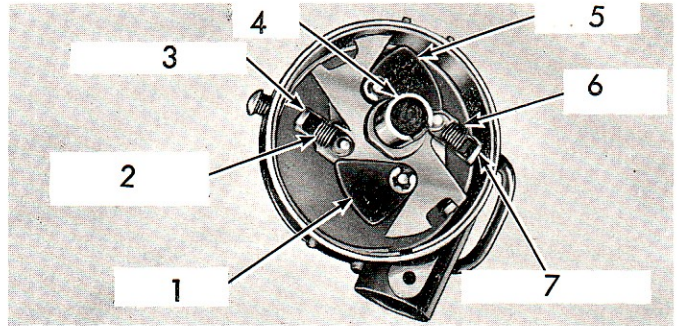

Fig. 62.
1. Mettre la patte de réglage du ressort primaire en face de l'ouverture de la plaque porte-rupteur mobile et déformer la patte dans le sens désiré à l'aide d'un tournevis. Tordre la patte de réglage du ressort primaire (Fig. 62) vers l'extérieur pour diminuer l'avance et vers l'intérieur pour l'augmenter.
3. Vérifier le calage d'avance maximum. Si le calage d'avance maximum est en dehors des tolérances, déformer la patte de réglage du ressort secondaire dans le sens désiré (Fig. 62) d'une manière analogue à celle décrite stade 1 pour le ressort primaire. Si nécessaire, remplacer le ressort secondaire et déformer la patte de réglage suivant besoin.
11. Déposer la came (Fig. 62).